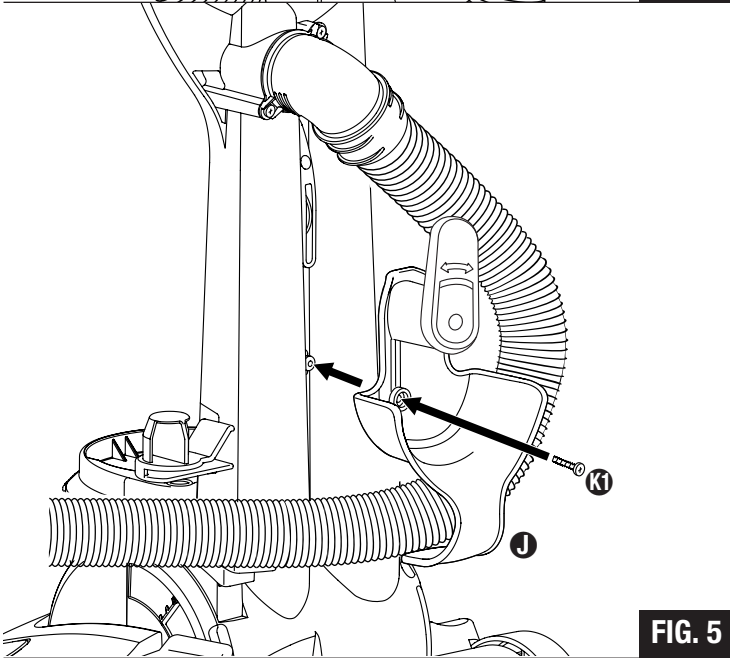

FIG. 5
Step 5: Thread the hose inside the lower hose retainer **J** and then attach the lower hose retainer to the rear housing with a short screw **K1** (FIG. 5).
Étape 5 : Insérez ce boyau dans le boyau inférieur ❶, puis fixez le boyau inférieur au boîtier arrière avec une vis courte ❷ (FIG. 5).
Paso 5: Pase la manguera dentro del conjunto inferior del soporte de la manguera ❶ y luego fije el conjunto inferior del soporte al alojamiento trasero usando un tornillo corto ❷ (FIG. 5).